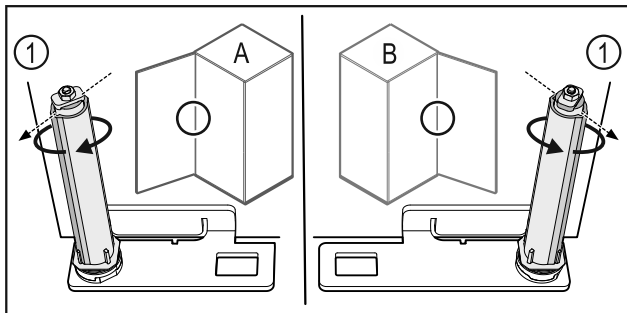

Fig. 51 Bal oldali ütköző (A) / Jobb oldali ütköző (B)
- Forgassa el a zárrendszert az ellenállással szemben, amíg a zárrendszer Fig. 51 (1) támasztója kifelé nem mutat.